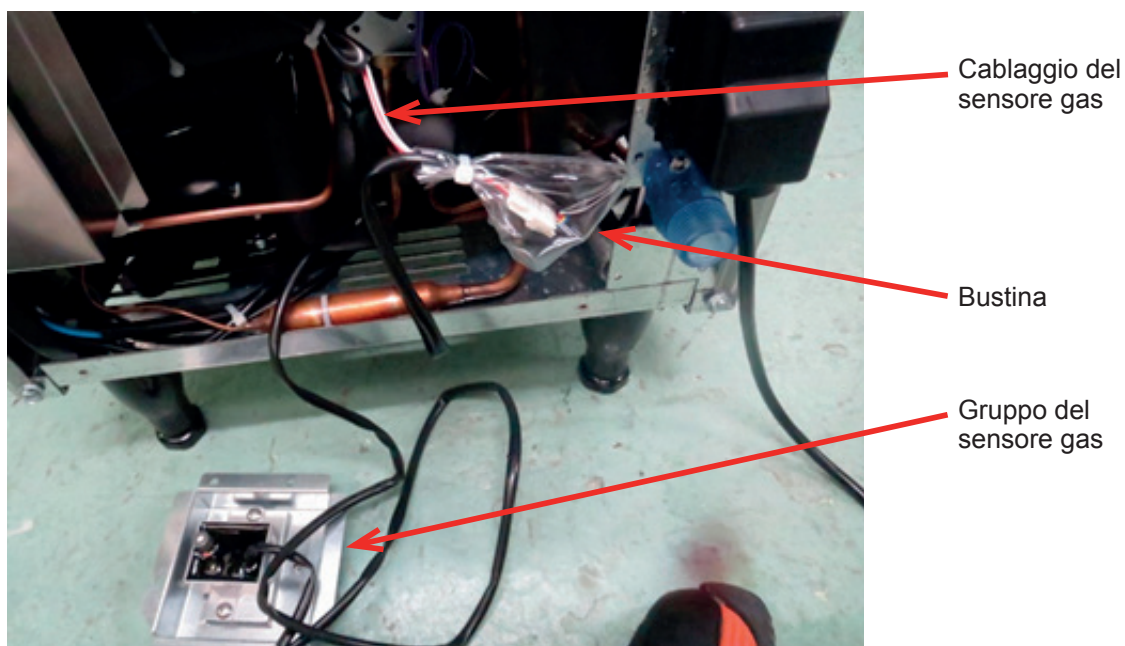
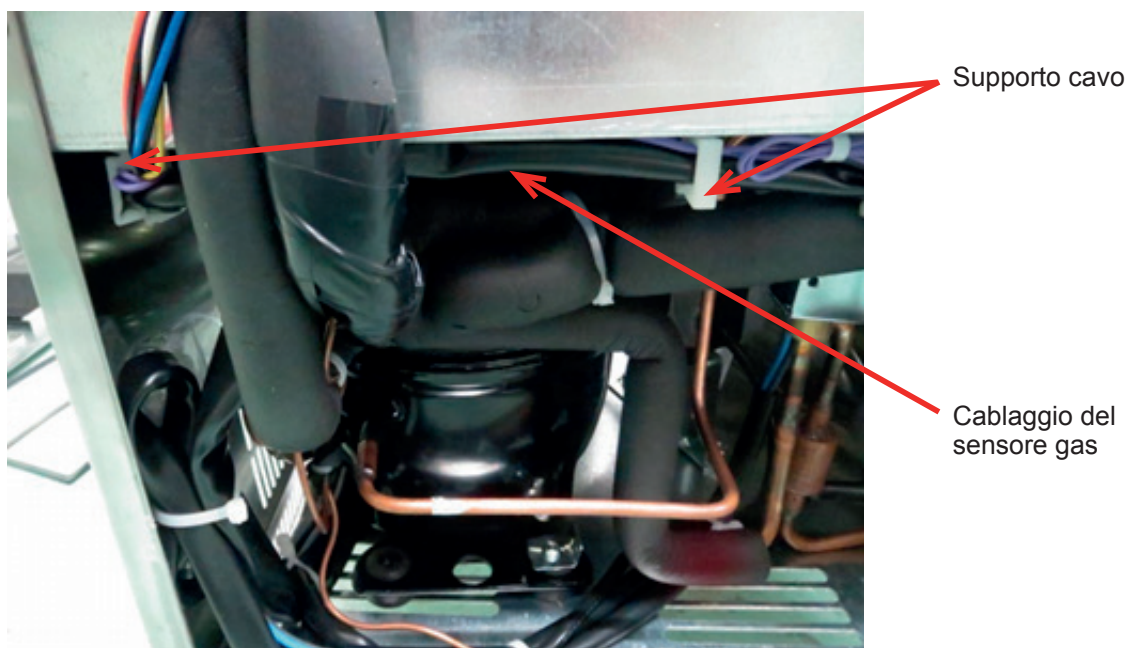

Fig. 30
Fig. 31
14) Far passare il cablaggio del sensore gas collegato al punto 10) attraverso il lato posteriore dell'unità e collegarlo al connettore del gruppo sensore gas. Inserire la bustina sul connettore e fermarla con una fascetta legacavi come mostrato in Fig. 30. Fissare il cablaggio del sensore gas al supporto cavo come mostrato in Fig. 31.